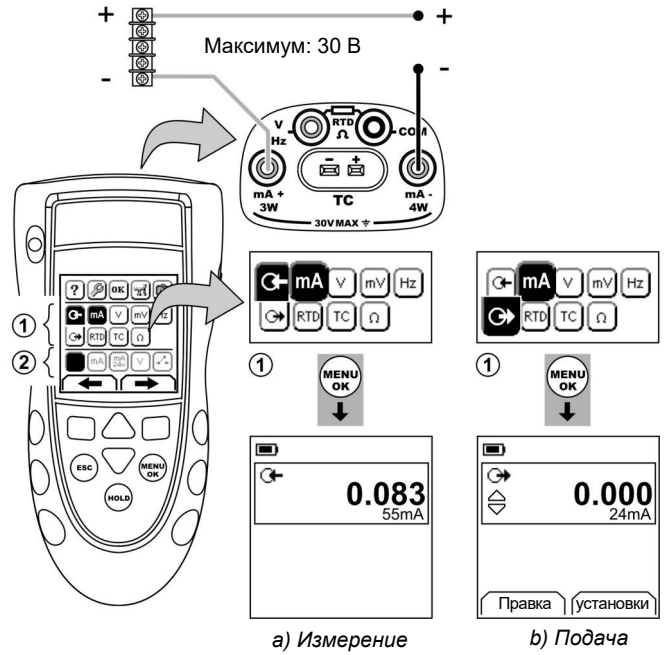

Рисунок 1: Пример конфигурации - Для измерения/подачи mA с внешним питанием петли (Область ①)
1. Подключите прибор (Рисунок 1, 2 или 3), и при необходимости, отрегулируйте *Настройка* (Таблица 1).
*Примечание: Используйте область (2)*
*Измерение/генерация для одновременного выполнения двух действий. Если в области (2) выбора не требуется, установите эту область на выключено. (■). Это позволяет экономить заряд батареи.*